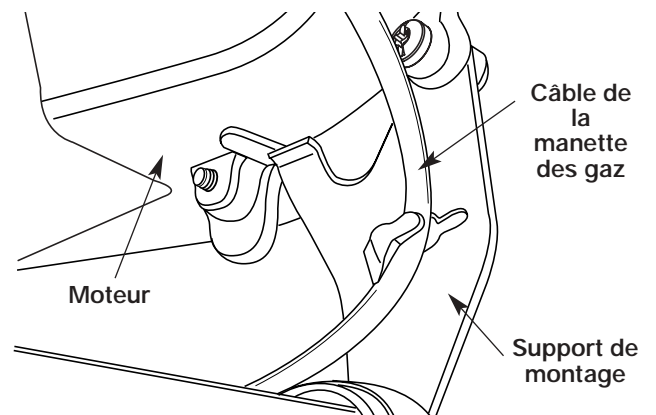

Figure 12
6. Acheminez le câble de la manette à travers la fixation du support de montage du moteur (Fig. 12).